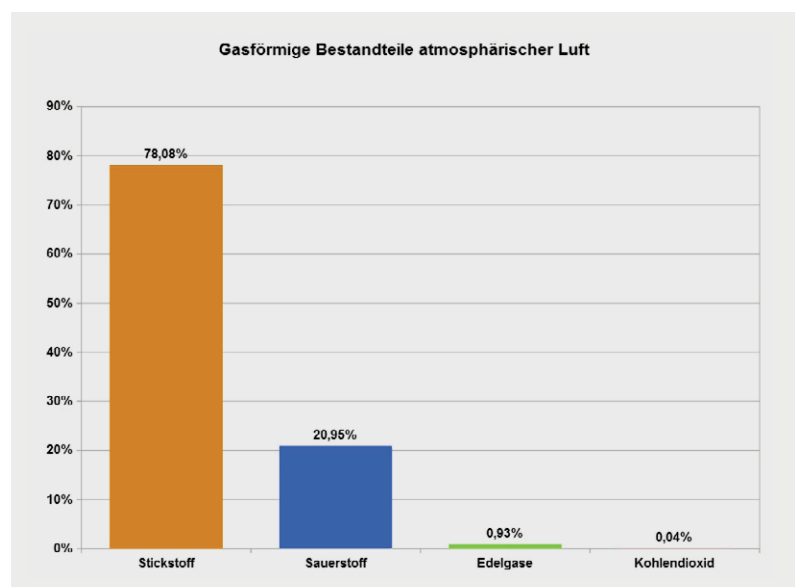

Bild 1: Stickstoff und Sauerstoff sind mit Abstand die beherrschenden Bestandteile der Erdatmosphäre.
Idealerweise besteht eine schadstoffarme atmosphärische Luft aus den gasförmigen Bestandteilen Stickstoff (N), Sauerstoff (O), Edelgase, Kohlendioxid (CO₂) und Wasserstoff (H) (Bild 1).